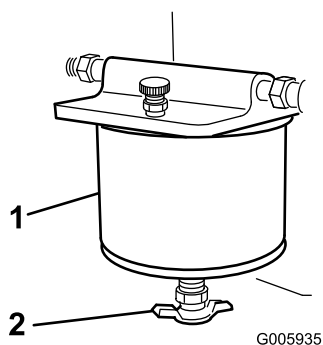

Figura 13
3. Girate la valvola di spurgo finché l'acqua non fuoriesce dal filtro (Figura 13).